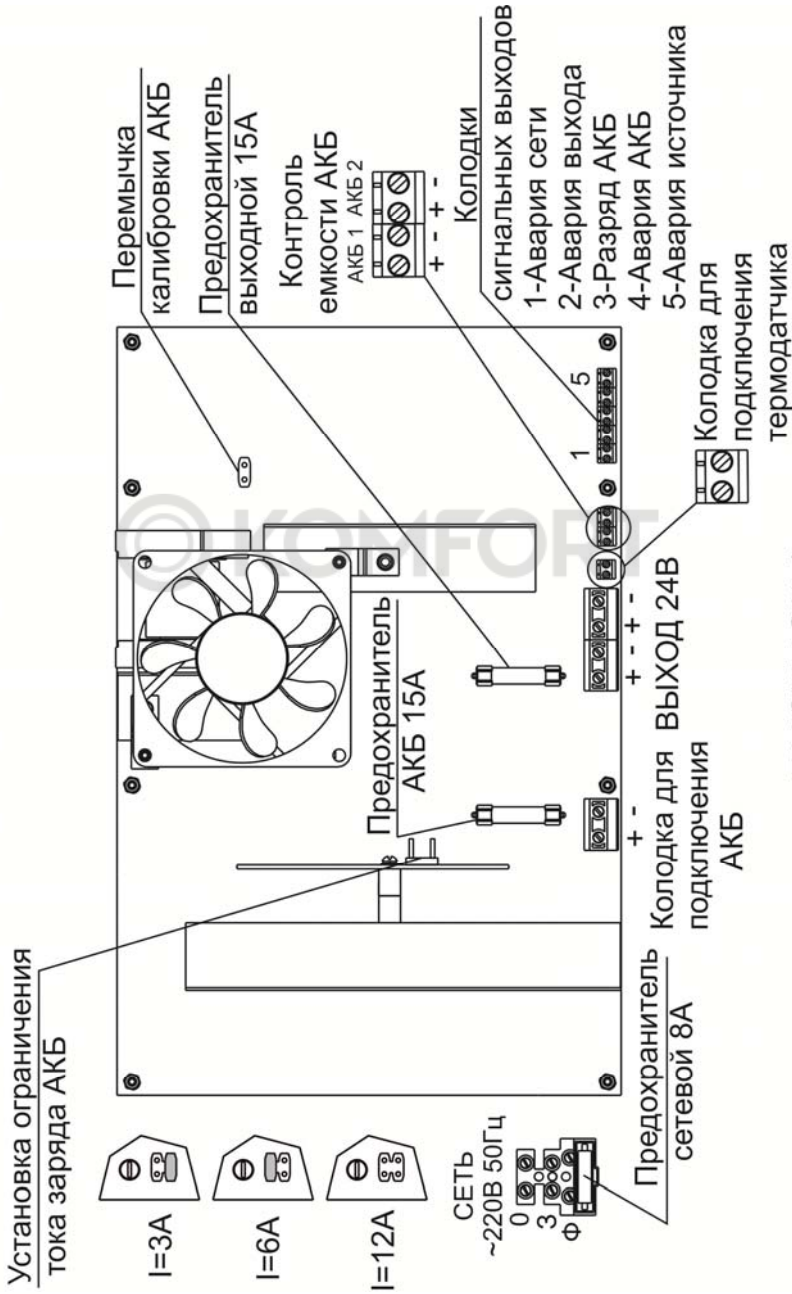

РИСУНОК 1
Подключение источника производится при отключенном сетевом напряжении и открытой крышке (см. приложение Рисунок 1) в следующей последовательности:
- при необходимости, подключить термодатчик (входит в комплект поставки) к контактам колодки для подключения термодатчика (см. приложение Рисунок 1);
- проверить правильность произведенного монтажа в соответствии со схемой подключения (см. приложение Рисунок 1,2,3,4).
- подключить аккумуляторные батареи к клеммам «АКБ» с учетом полярности (красный провод – к клемме «+АКБ») (см. приложение Рисунок 1, 4).
- надеть джампер на перемычку калибровки АКБ (см. приложение Рисунок 1). Источник произведет калибровку по подключенной АКБ;